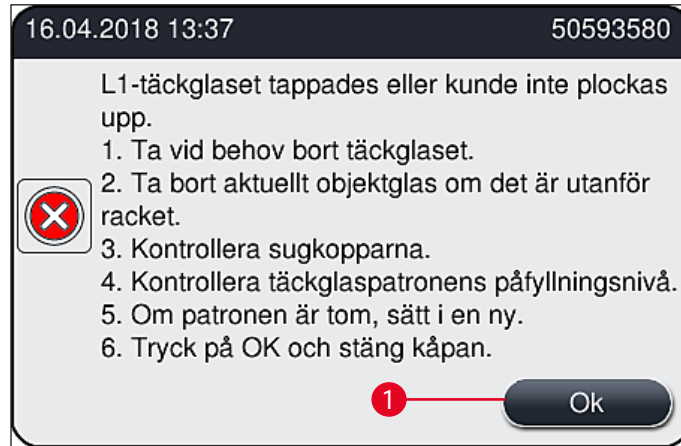

Bild 111
Om **Pick&Place-modulen** tappar ett täckglas under överföringen till objektglaset eller om **Pick&Place-modulen** inte lyckats överföra ett täckglas från täckglasmagasinet efter tre försök, får användaren ett felmeddelande om detta (→ Bild 111).
- ① Om det här meddelandet (→ Bild 111) visas, måste användaren först kontrollera om det är ett täckglas som tappats vid överföringen till objektglaset eller om **Pick&Place-modulen** misslyckats med att hämta ett täckglas från täckglasmagasinet.